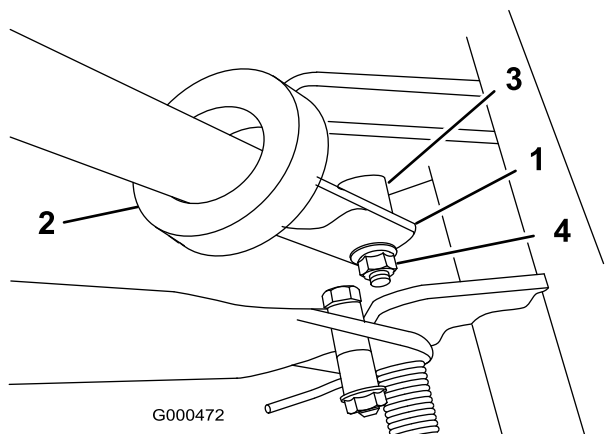

Figura 9
2. Introduzca los extremos del manillar por las ranuras de los brazos de soporte del manillar (Figura 9).
3. Apriete las secciones inferiores hacia dentro e instélas sobre el talón del bulón (Figura 9).
4. Fije el manillar al perno y al bulón con la contratuerca de arandela prensada (Figura 9).